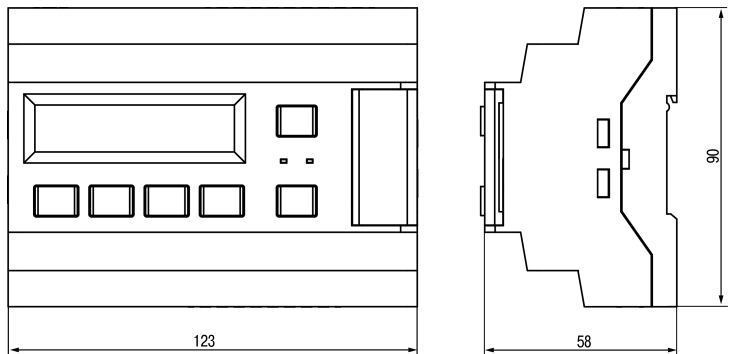

Рисунок 2 – Габаритний кресленник пристрою
1. Підготувати на DIN-рейці місце для встановлення пристрою відповідно до розмірів пристрою (див. *рисунок 2*).